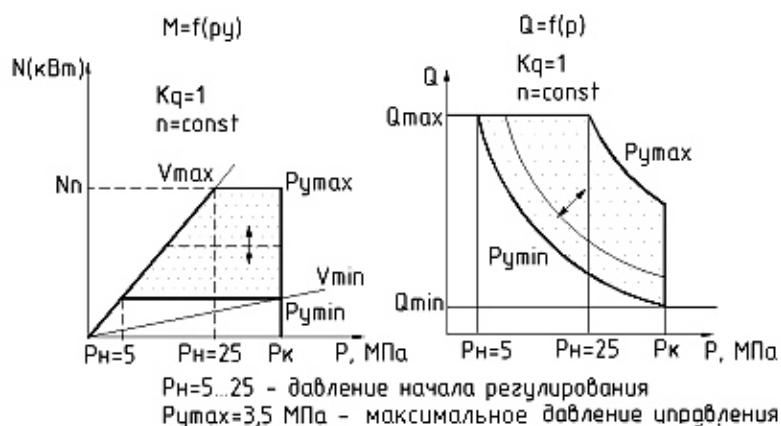

Рис. 13 – График зависимости крутящего момента M и подачи Q от изменения давления p .
- При отсутствии давления управления $P_y = 0$ (см. рис. 13) и наличии давления в регуляторе $P > 3 \text{ МПа}$, насос находится на минимальном рабочем объеме $V_{\min}$, обеспечивая минимальную подачу $Q_{\min}$ и потребляемую мощность $N_{\min}$.